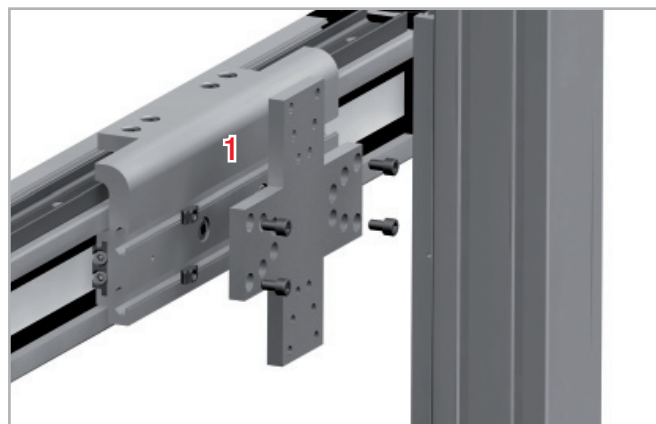

图. 75
1. 将螺栓穿过准备好的单元1安装板上的安装孔 (见图75)。